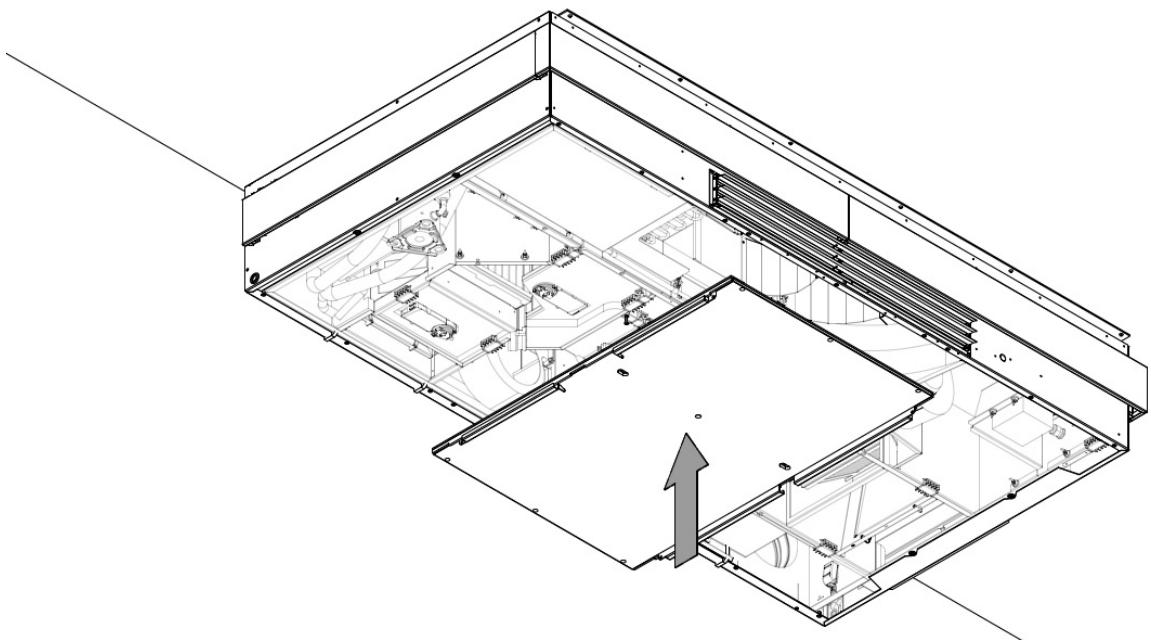
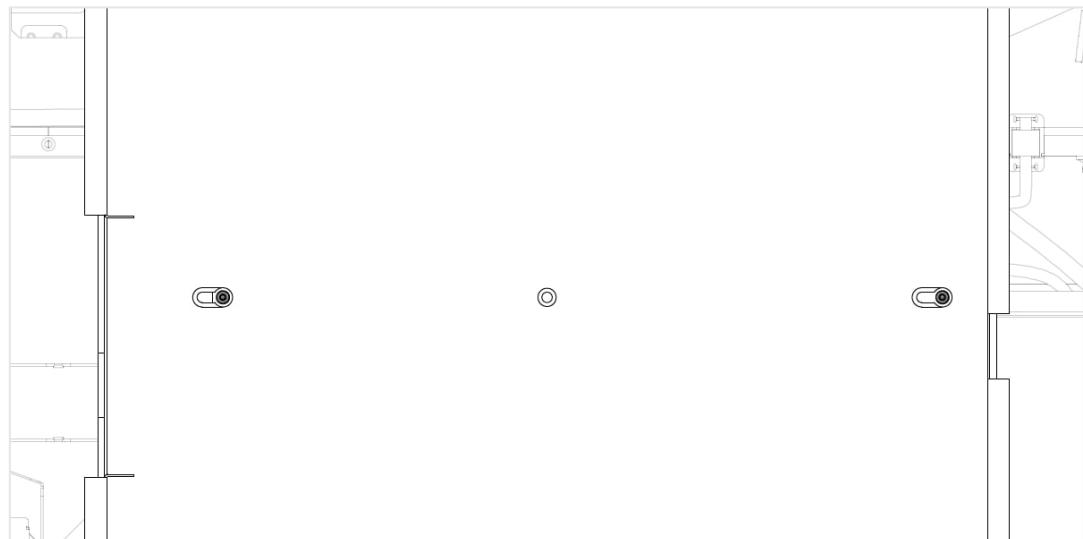
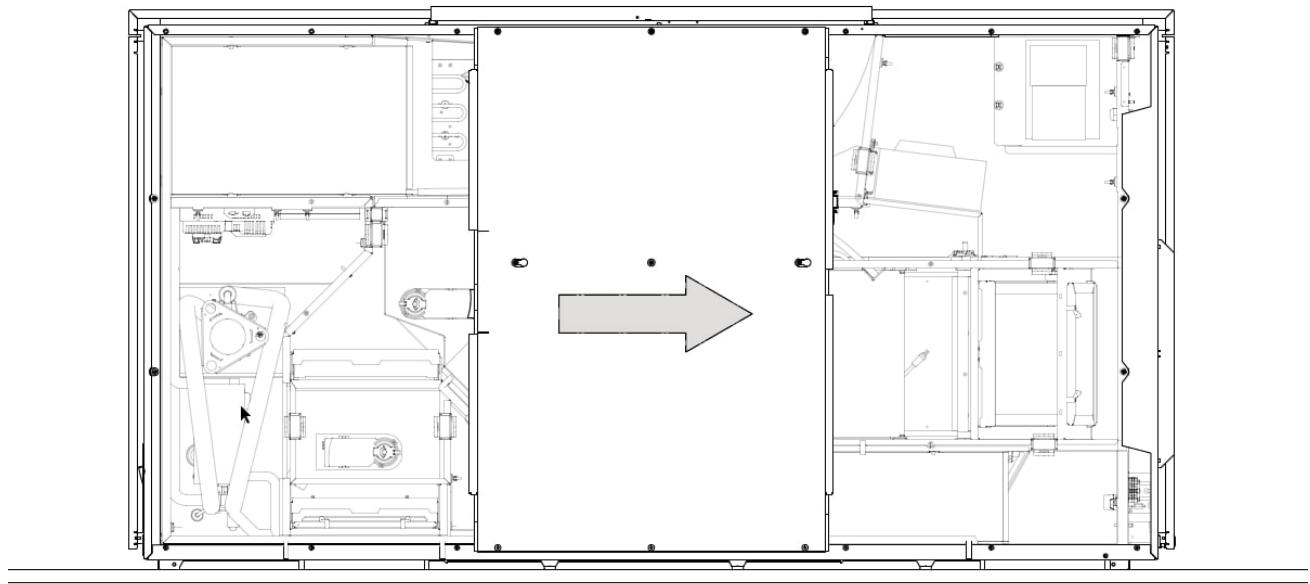
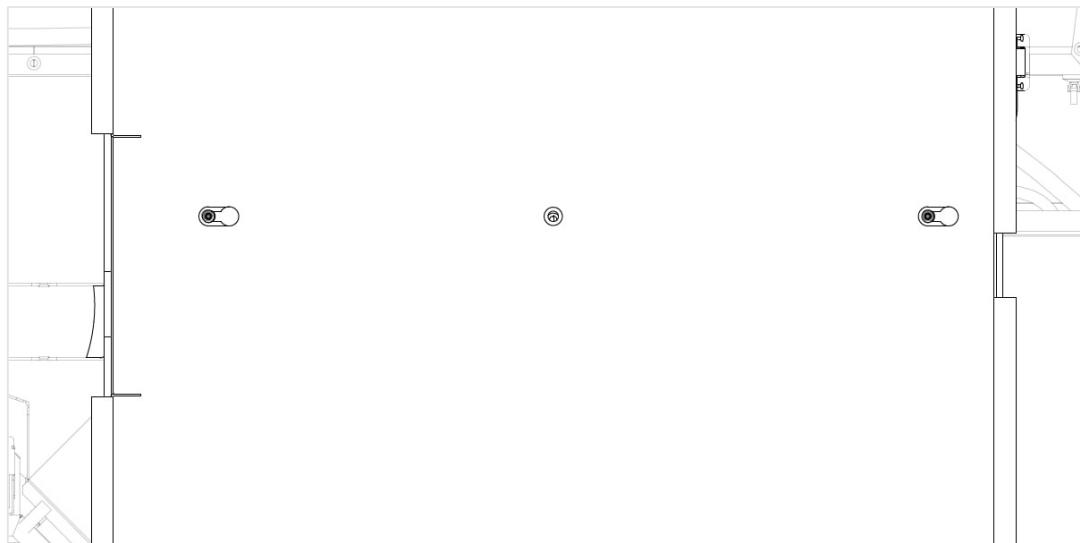

Abbildung 31: Anheben der mittleren Stahlplatte
Abbildung 32: Der Schraubenkopf muss durch den runden Teil des Schlüssellochs gehen
Abbildung 33: Schieben der Stahlplatte nach rechts
Abbildung 34: Stahlplatte, verriegelt im schmalen Teil des Schlüssellochs
- Heben Sie die mittlere Stahlplatte nach oben und stecken Sie sie auf die Schrauben. Die Schraubenhöfe müssen in den runden Teil des Schlüssellochs eingeführt werden, schieben Sie die Platte dann nach rechts, um sie im schmalen Teil des Schlüssellochs zu verriegeln, siehe Abbildung 31, Abbildung 32, Abbildung 33 und Abbildung 34.